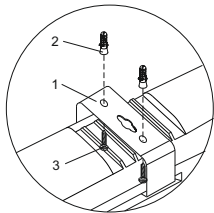

Рисунок 4
4.6 Монтаж светильника на рабочую поверхность производить при помощи монтажных скоб и крепежа, входящих в комплект поставки (рисунок 4):